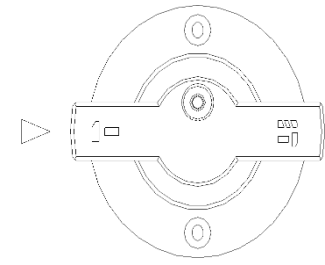

Fig. 5
- Introduceți dalta în suportul sculei, rotiți selectorul de mod de funcționare (7) în poziția indicată în figura 4, reglați selectorul de mod în poziția dorită, apoi comutați scula în modul de dăltuire pentru a aplica (fig. 5).